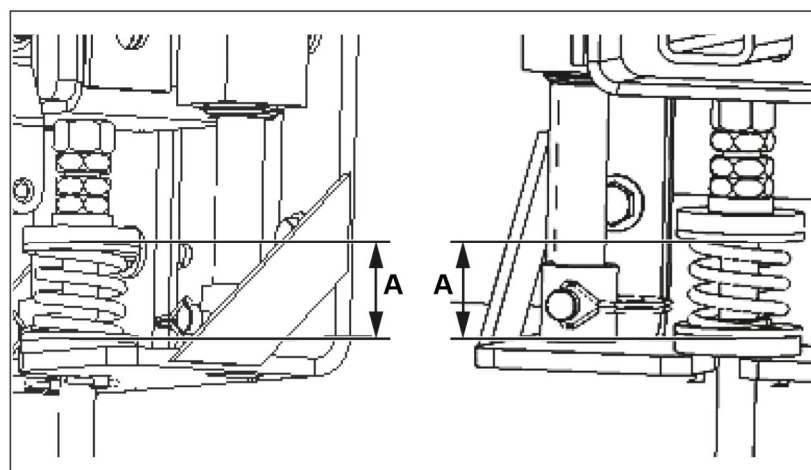

Рис. 21
3. Поворачивайте регулировочные гайки равномерно по часовой стрелке с обеих сторон до тех пор, пока длина пружин натяжения не будет идентичной (а, рис. 21).